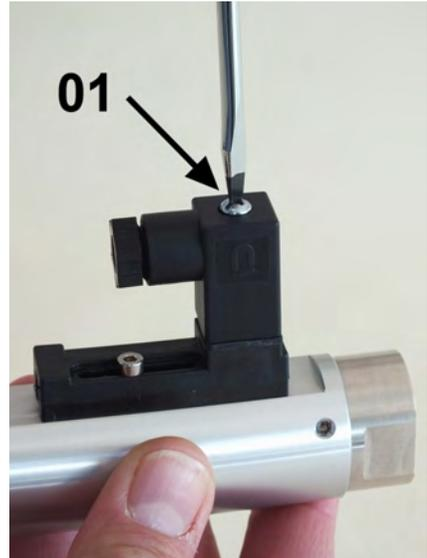

Abb. 52: Steckerdose lösen
- 1.** ▶ Mit einem Schlitzschraubendreher die Befestigungsschraube (Abb. 52/01) der Steckerdose lösen